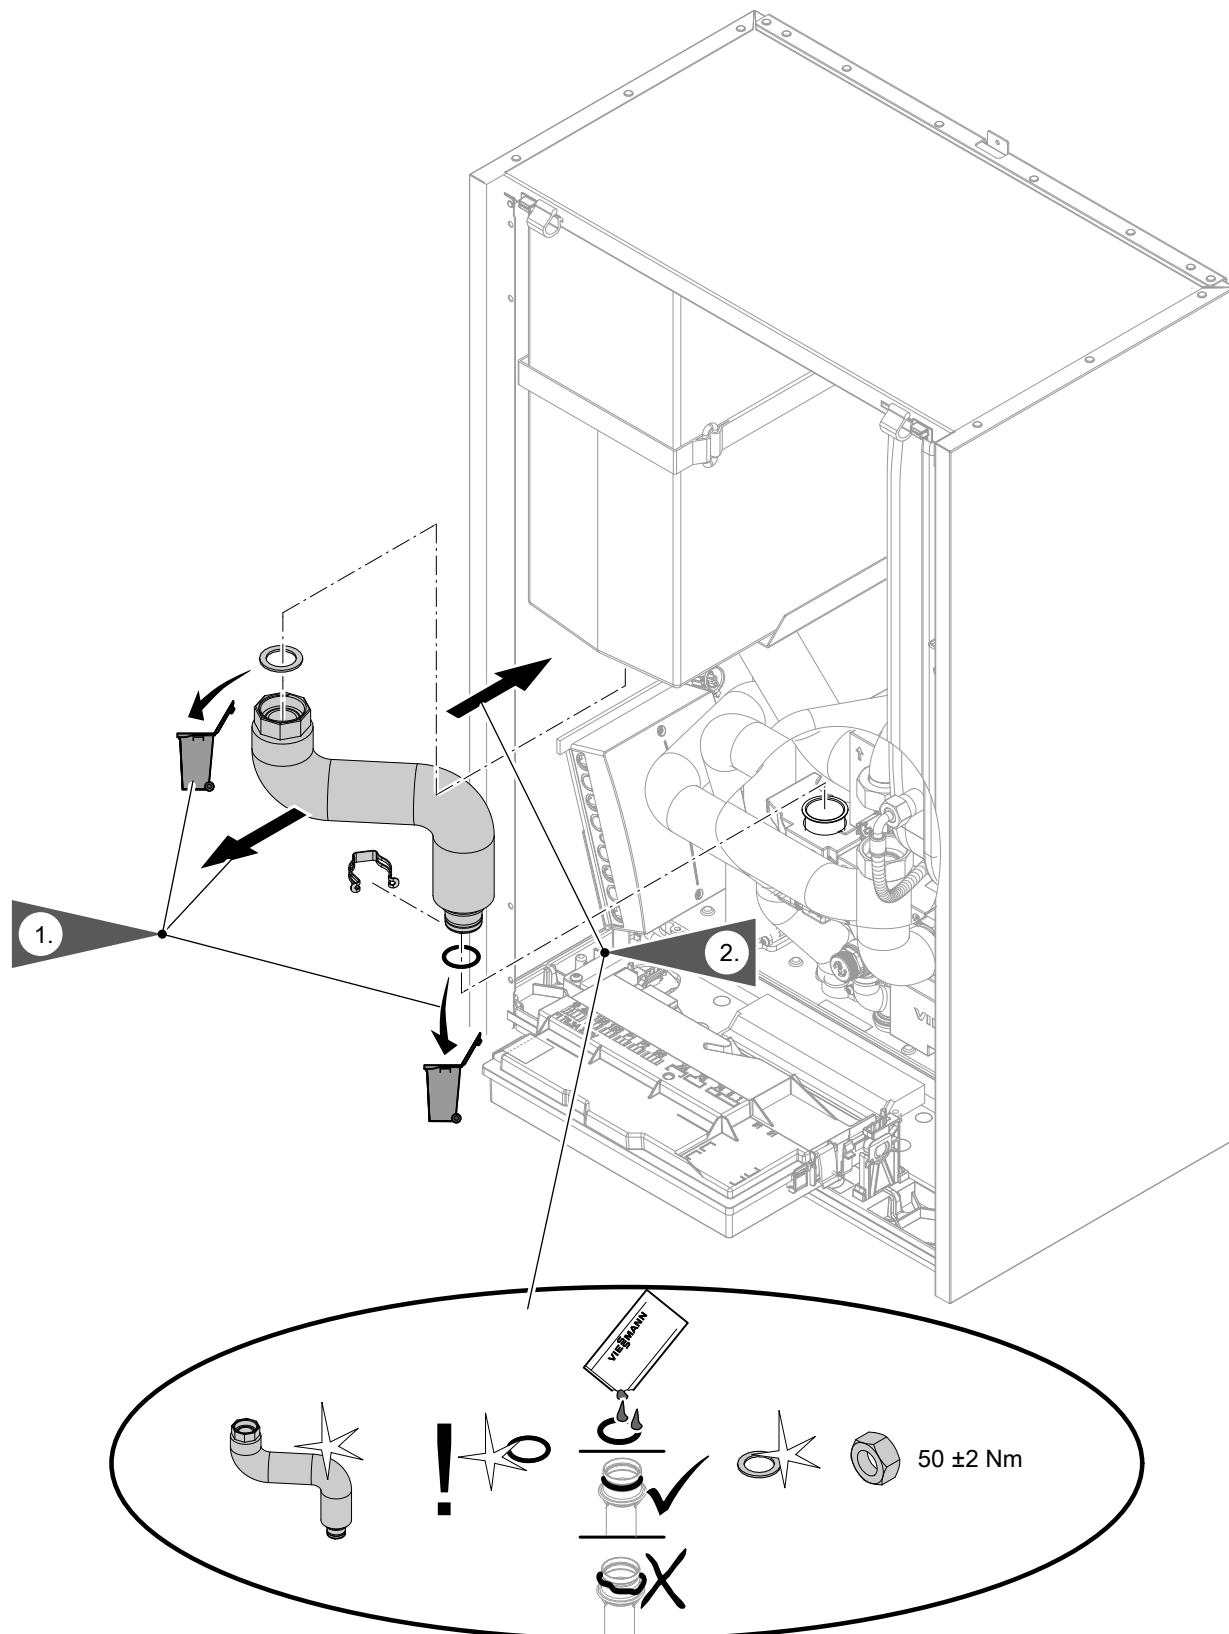
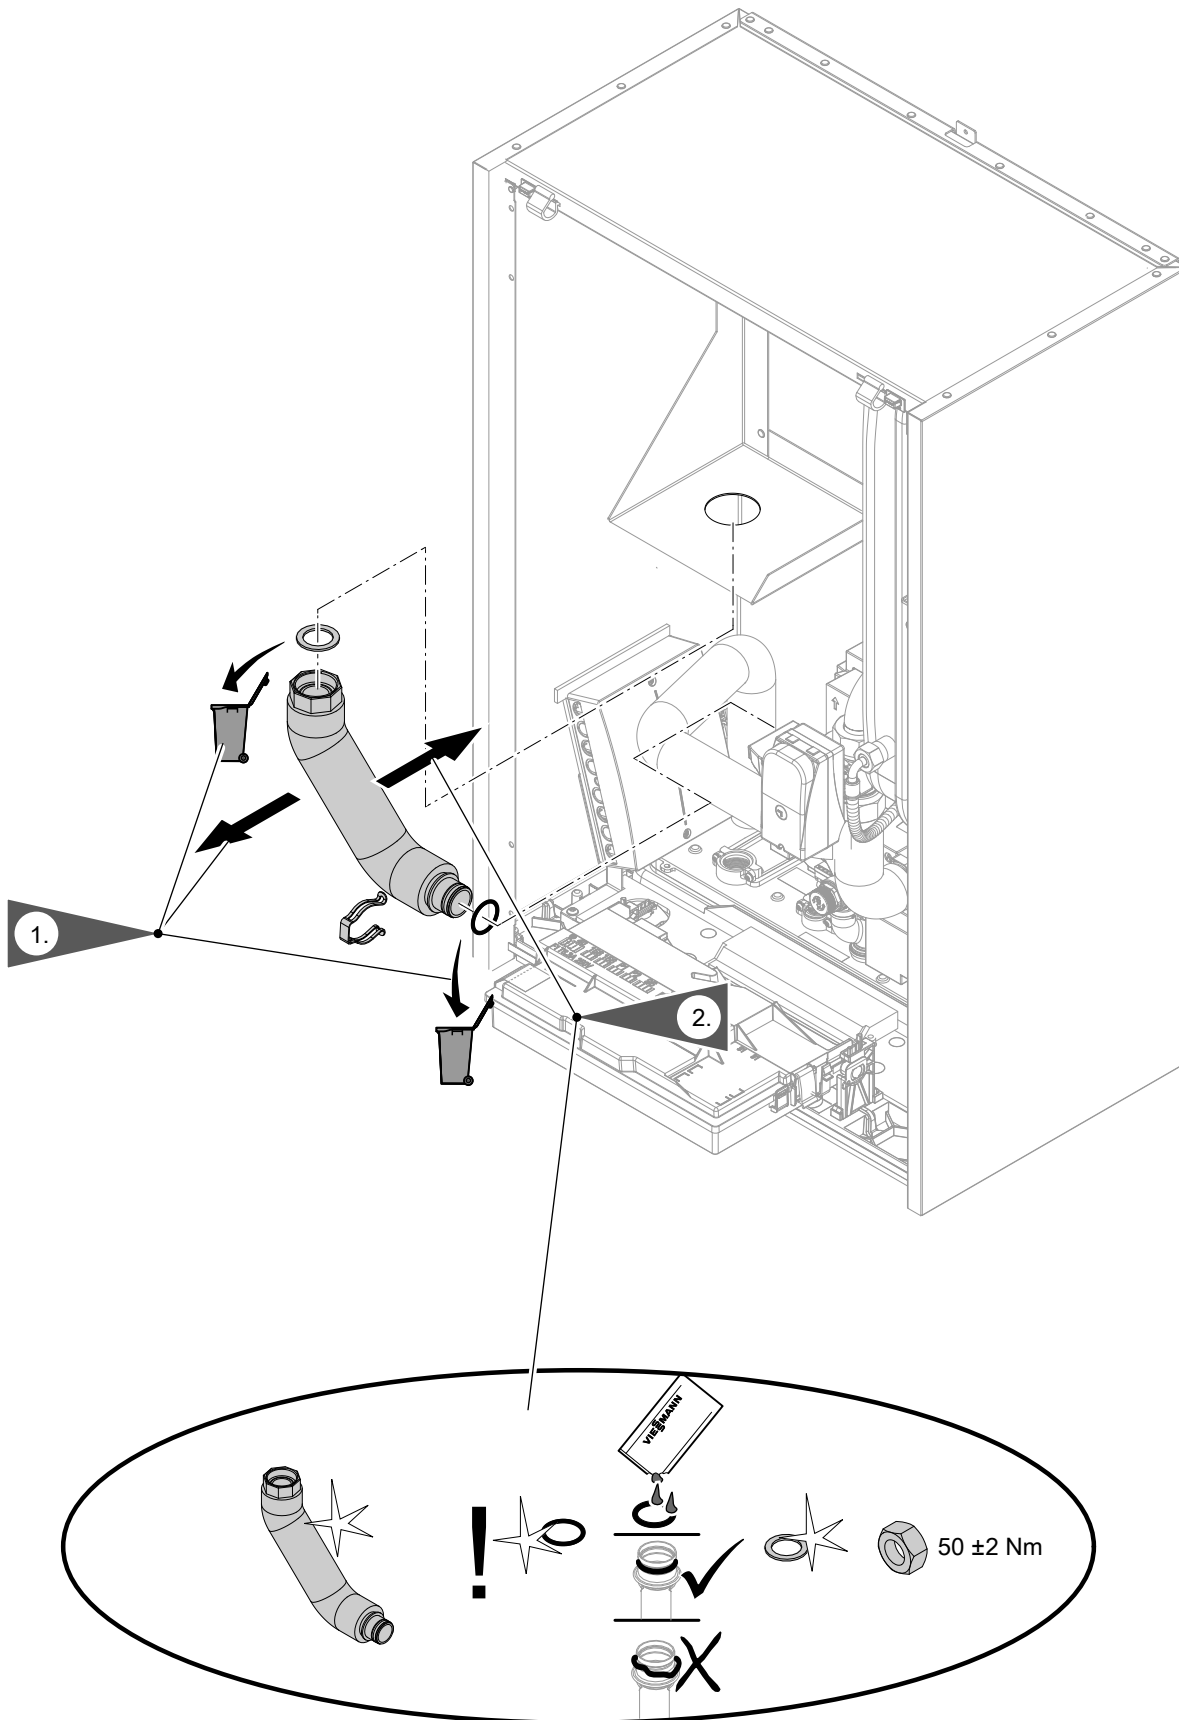

Abb. 87
Abb. 88
- Hydraulische Leitungen: Siehe Abb. 87 bis Abb. 88.